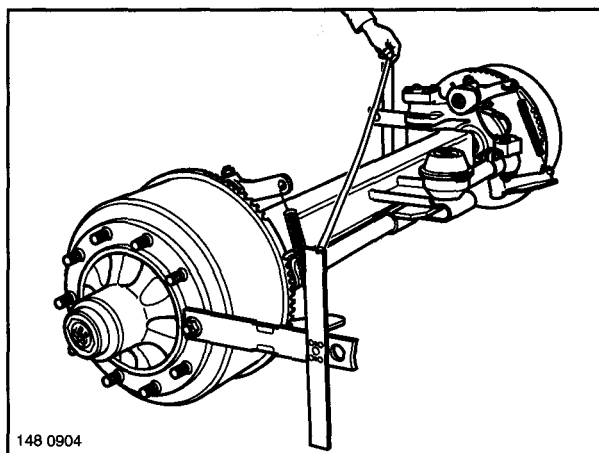

Fig. 4
- (6) Again place the measuring tools in a horizontal position and make the same measurement diagonally to both sides (Fig. 4).
- (6) Replacer les équerres de mesure à l'horizontale, mais effectuer cette fois la mesure en diagonale, de part et d'autre (figure 4).
(6) Meßwerkzeuge wieder waagrecht stellen und die gleiche Messung diagonal nach beiden Seiten durchführen (Fig. 4).